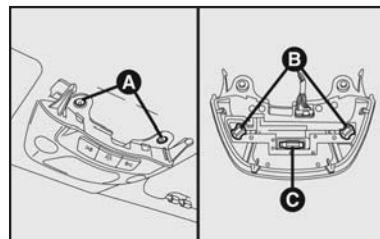

fig. 30
- Soltar os dois parafusos de fixação **A-fig. 30** e girar no sentido anti-horário o porta-lâmpada **B**, cuja lâmpada deve ser substituída e substituí-la. Para substituir a lâmpada **C**, desencaixá-la dos contatos laterais certificando-se de que a nova lâmpada fique corretamente travada entre os mesmos.